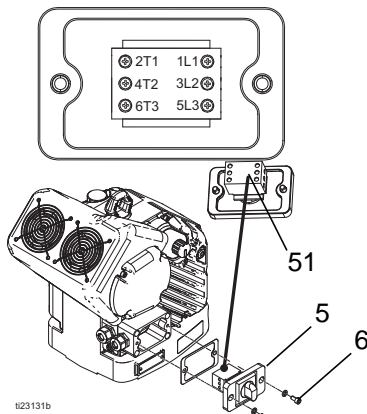

Fig. 15: Tapa de la caja de conexiones
11. Instale la tapa de la caja de conexiones (G) y apriete dos tornillos (6). Vea FIG. 15, página 14.
12. Coloque los cables en el interruptor de desconexión (51) y apriete los tornillos de los cables.